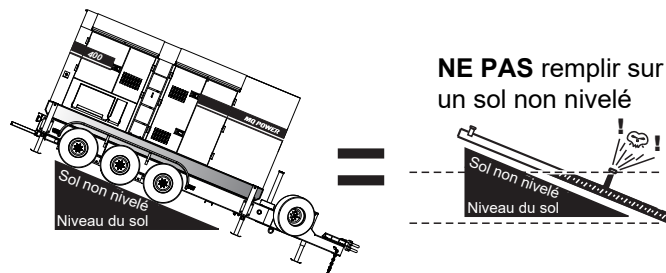

Figure 29. Remplir uniquement sur un sol plat
1. **Niveau des réservoirs** — assurez-vous que les réservoirs sont de niveau avec la mise à la terre. Sinon, le carburant se déversera du réservoir avant d'atteindre sa pleine capacité (Figure 29).